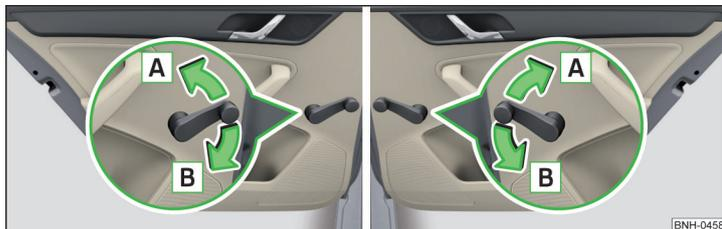

Fig. 37 Operación de ventana: a izquierda/derecha
- Para **abrir**, girar la manivela en el sentido de la flecha **A** » fig. 37.